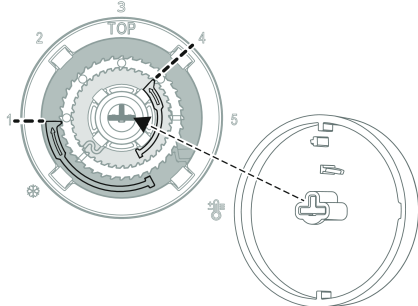

Bild 4: Einstellung der Temperaturbegrenzung (vorher/nachher)
- Bedienknopf wieder aufstecken, dabei Kodierung (Bild 4, unten) von Bedienknopf und Drehachse beachten.